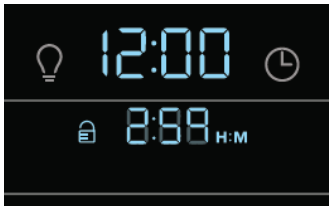

Figure 35 : Cycle de nettoyage en cours
- Pendant le cycle de nettoyage, l'heure du jour reste affichée et le temps restant du cycle de nettoyage est également actif. (Figure 35)